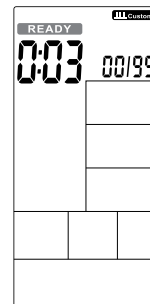

Figure 35
④ Die Zykluszeit wird von 3 auf 0 heruntergezählt, dann wird die Konsole gestartet, währenddessen ertönt der Summer einmal pro Sekunde und READY blinkt einmal pro Sekunde, der Zähler zeigt '00/XX' an (Abbildung 35).
④ Cycle time counts down from 3 to 0 then console start, meanwhile buzzer beeps once per second and READY flashes once per second, counting displays '00/XX' (Figure 35).